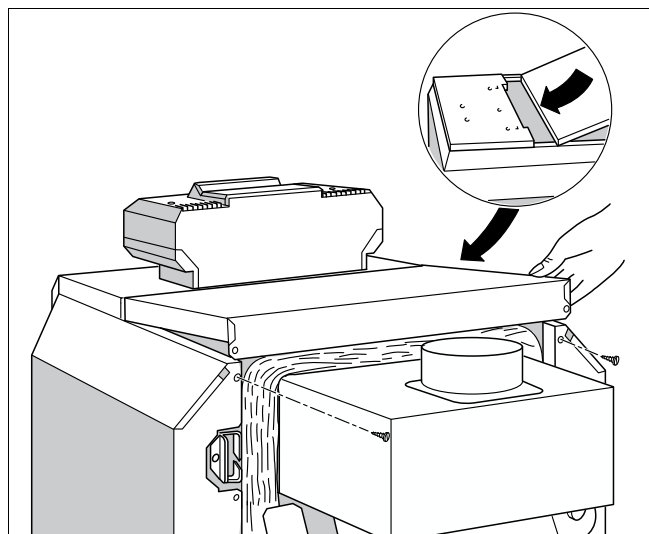

Рис. 22 Установка задней крышки котла
- Задвинуть заднюю крышку котла с язычками под переднюю крышку и нажать на нее сзади (рис. 22).